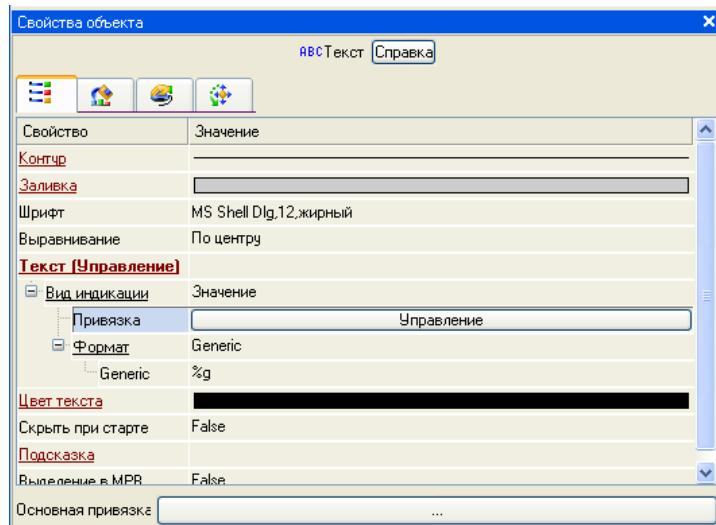

Рис. 4.7
4.4.3.8. Виділити ЛК в списку аргумент **Управління** і натисненням ЛК по екранній кнопці **Готово** підтвердити прив'язку атрибуту ГЕ **Текст** до даного аргументу шаблону екрану (рис. 4.7);